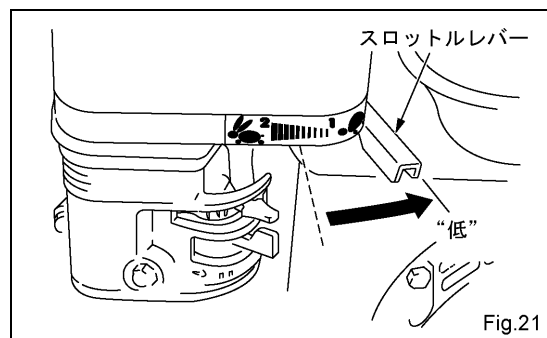

Fig.21
(1) スロットルレバー
- ・ スロットルレバーを“低”の位置（矢印の方向）に戻します。(Fig.21)